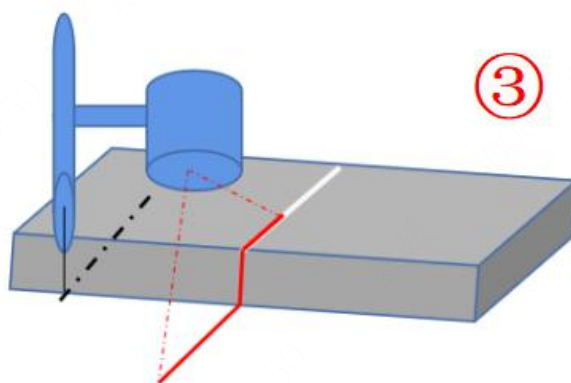

图 3-49 激光器四点法标定姿态 2
(3) 保持机器人姿态不变，移动机器人使得激光线与参考线重合，同时使得激光线的左边偏多，右边偏少，如图 3-49 所示，此时选择点序号 2，点击记录。